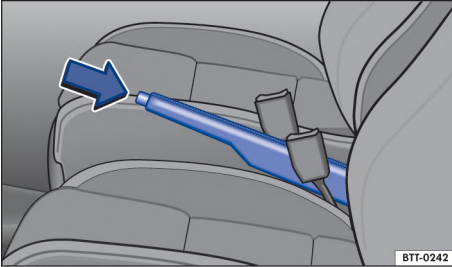

Fig. 98 Entre los asientos delanteros: palanca del freno de estacionamiento.
- Tirar de la palanca del freno de mano hacia arriba con la tecla de bloqueo presionada → **fig. 98** (flecha).
- Tirar de la palanca del freno de mano un poco hacia arriba y presionar la tecla de bloqueo → **fig. 98** (flecha).